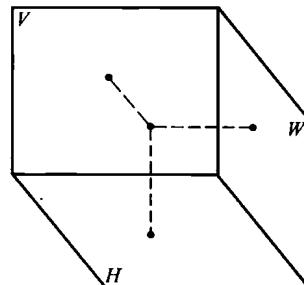

图 1-2 点的投影
(1) 一个点在空间各个投影面上的投影，总是一个点，如图 1-2 所示。